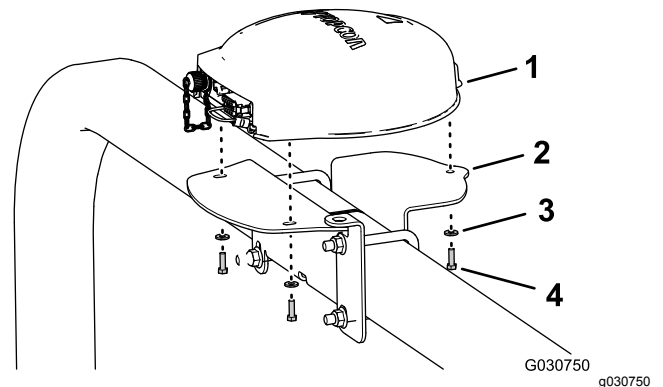

Bild 151
4. Fluchten Sie die drei Gewinde im Unterteil des Navigationsempfängers mit den drei Löchern in der Empfängerbefestigung aus (Bild 151).
5. Befestigen Sie den Empfänger mit den drei Sechskantschrauben (5 mm x 16 mm) und drei Scheiben (5 mm) an der Befestigung (Bild 151).